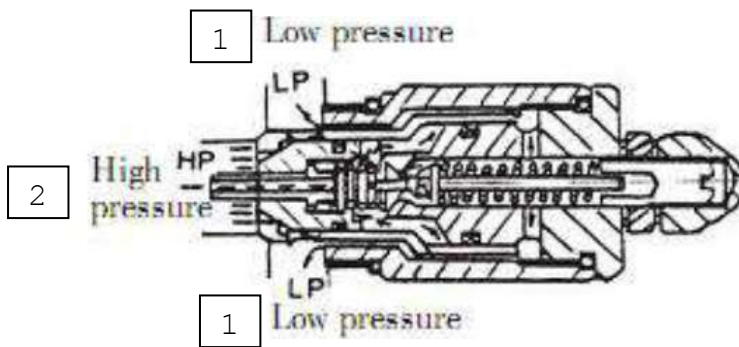

Рис. 3-6-7:
(2) Когда давление в отверстии "НР" цилиндра достигает заданного давления силы пружины управляющего тарельчатого клапана, управляющий тарельчатый клапан "Е" открывается. Масло проходит в обход тарельчатого клапана, протекая через просверленное отверстие на сторону низкого давления "LP" (см. Рис. 3-6-7).